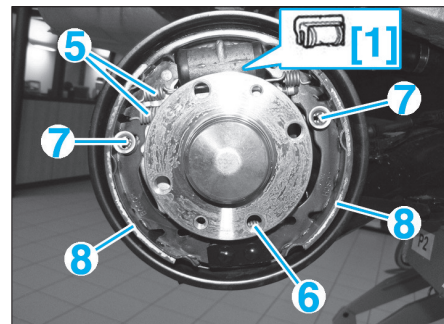

FIG. 9
- [1]. Outil de maintien des pistons de cylindre de frein (réf Fiat : 1.872.257.000) (Fig.9).
- A l'aide d'une pince, déposer les ressorts de rappel supérieur (5) et inférieur (6) (Fig.9).
- Déposer les deux agrafes de retenue (7) des segments de frein (8).
- Positionner l'outil [1] sur le cylindre pour empêcher les pistons de s'écarter (Fig.9).